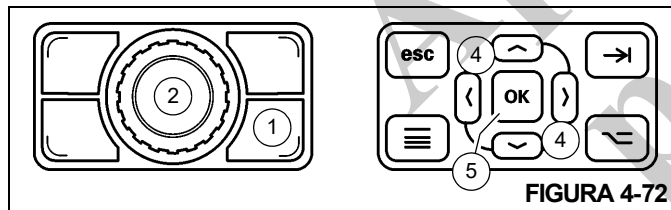
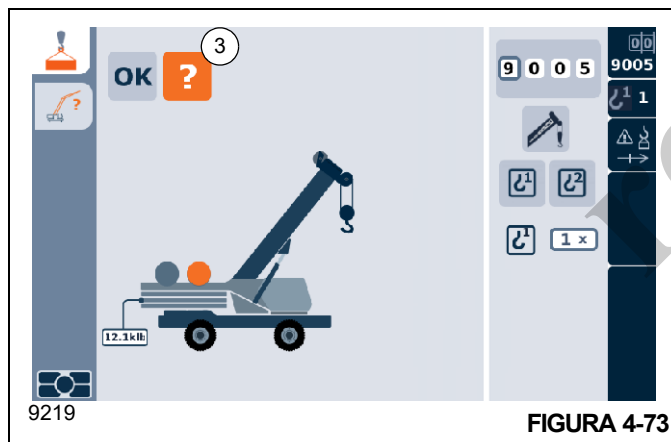

FIGURA 4-72
FIGURA 4-73
- Pressione o Botão de alternância de tela (1, Figura 4-72) no Botão rotativo para selecionar o controle de tela do RDM.
Usando o Botão rotativo (2, Figura 4-72), selecione o ícone do Assistente de preparação (3, Figura 4-73) (o ícone se tornará laranja), então pressione o Botão rotativo (2).
- Usando os Botões de seta (4, Figura 4-72) na Placa de controle de navegação no RDM, selecione o ícone do Assistente de preparação (3, Figura 4-73) (o ícone se tornará laranja), então pressione o Botão OK (5).